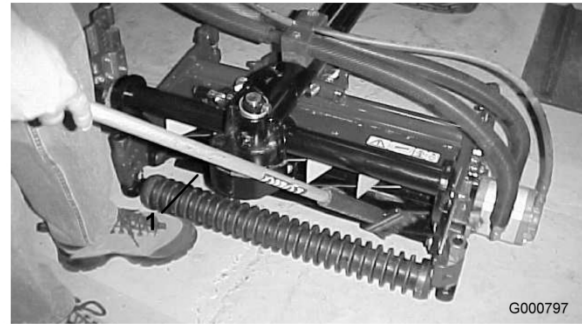

Figura 71
8. Aplique pasta de autoafilado con una brocha de mango largo (Toro Pieza N° 29-9100). No utilice nunca una brocha de mango corto (Figura 71).